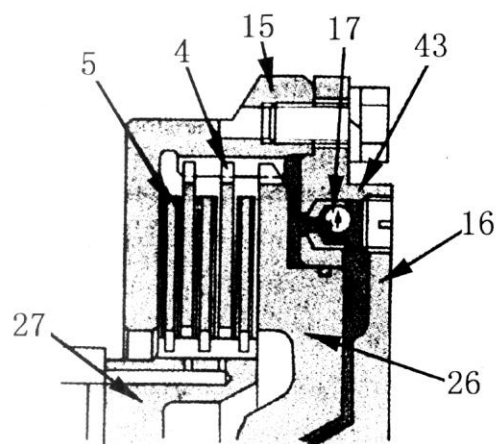

Рис. 5-28.
На рис. 5-28 показана конструкция муфты № 5. При отключении муфты в результате воздействия центробежной силы на масло в корпусе цилиндра (16) диски не могут быстро отсоединиться с помощью одной лишь пружины диска (29). Поэтому муфта отключается наполовину. Это вызывает затруднения при переключении передач.